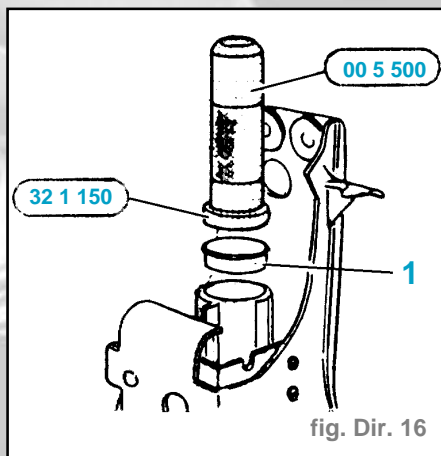

fig. Dir. 16
**Remarque pour la repose :** Remettre en place le ressort (3) et la bague épaulée (2)
- Monter le jonc d'arrêt (1) avec l'outil spécial **32070**.
- Emmancher le nouveau roulement (1) avec les outils spéciaux **321150** et **1005500** (fig. Dir. 16).